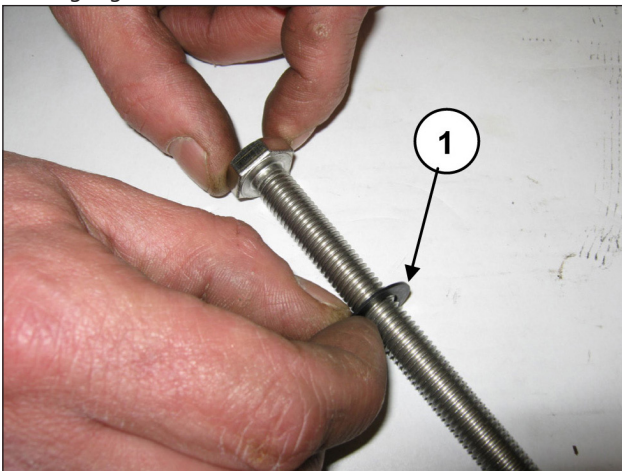

Abb. 181
Setzen Sie die Unterlegscheibe  $\varnothing 10 \times 18 \times 0.9$  auf die Befestigungsschraube des Kolbens (Pos. ①, Abb. 181).